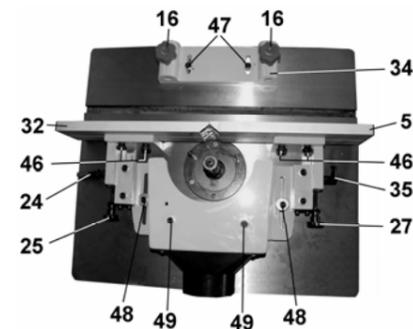

Рис.6
8.3.3. На корпусе узла направляющих планок (50) установите и закрепите двумя винтами (49) подиум (21). На подиуме (21) установите и четырьмя винтами закрепите стойку (28), Рис. 6, 7.
8.3.5. Прижимы (26) установите и винтами фиксации (16) закрепите в корпусе прижимов (34). Положение корпуса прижимов (34) закрепите винтами фиксации (47), Рис.6,7.
8.4.2. Выкрутите транспортировочные винты (48), на их место через шайбы установите винты фиксации (6 и 22) блока направляющей передней планки (50), Рис.6, 7.
9.1.2. Поверните ручки фиксации (24, 34) против часовой стрелки. Винтами (25, 27) установите переднюю и заднюю направляющие планки (5 и 32) в одной плоскости по касательной к окружности резания фрезы, Рис.6.
9.1.3. При сквозном (плоском и профильном) фрезеровании задняя направляющая планка (5) остаётся, как указано в п.9.1.2, а переднюю направляющую планку (32) установите параллельно задней направляющей планке (5), но со смещением к касательной окружности резания на величину состругиваемого слоя. Ручками фиксации (25 и 27) закрепите положение направляющих планок (5 и 32), Рис.6.
9.1.7. В зависимости от диаметра применяемой фрезы направляющие планки (5 и 32) необходимо сдвигать или раздвигать, положение направляющих планок (5 и 32) закрепляется фиксирующими гайками (46), Рис.6.